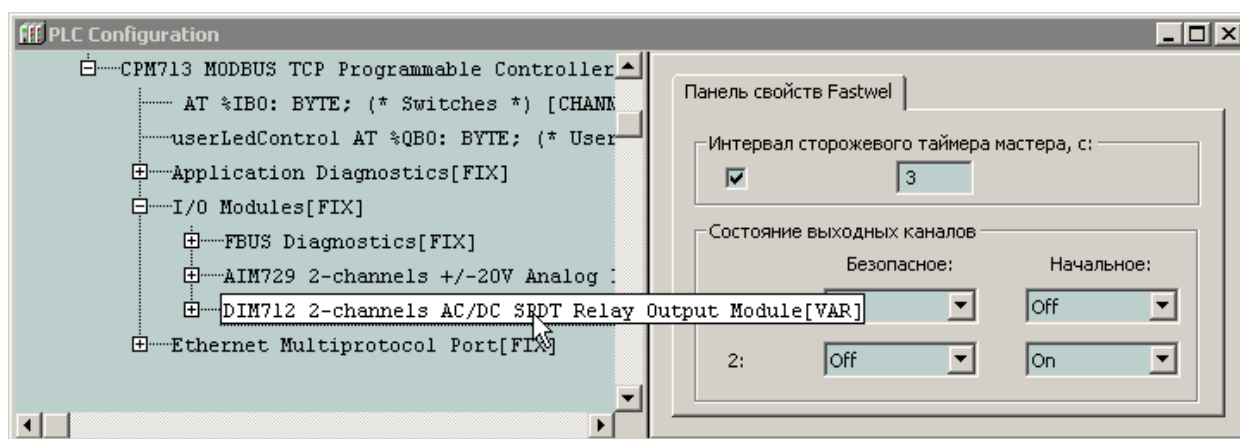

Рис. 15. Дерево конфигурации контроллера после добавления описания модуля DIM712
4. Щелкните правой кнопкой мыши над элементом *I/O Modules* и выберите строку **Append Subelement–AIM729 2-channels +/-20V Analog Input Module** в появившемся контекстном меню. У элемента *I/O Modules* появится дочерний элемент, представляющий описание конфигурации модуля AIM729, как показано на рис. 15.
5. Щелкните правой кнопкой мыши над элементом *I/O Modules* и выберите строку **Append Subelement–DIM712 2-channels AC/DC SPDT Relay Output Module** в появившемся контекстном меню. У элемента *I/O Modules* появится еще один дочерний элемент, представляющий описание конфигурации модуля DIM712, как показано на рис. 15.